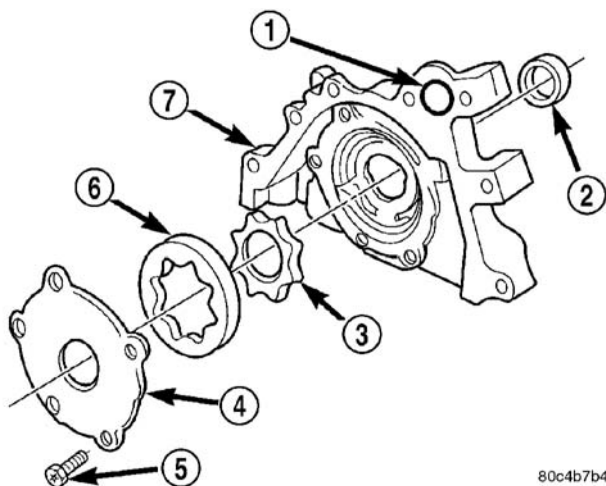

图 95 油泵
- (2) 拆卸油泵罩紧固件，拉起护罩（图 95）。
- (3) 拆卸泵转盘（图 95）。
- (4) 用适当的溶剂冲洗所有零件，仔细检查是否损坏或磨损。
(1) 安装泵装置，视需要使用新零件。安装内部转盘时，其凹槽应朝向铸铁油泵盖。
(2) 安装之前，将转盘腔填充发动机机油，使油泵作好准备。
(3) 安装盖子，将紧固件扭紧至 $12\text{N} \cdot \text{m}$ ($105\text{in} \cdot \text{lbs.}$) (图 95)。